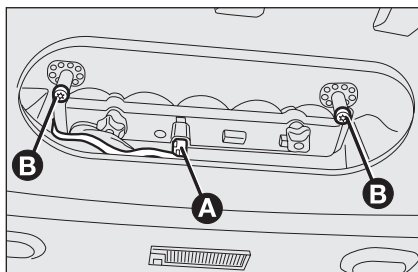

Рис. 25
- разъедините электрический разъем **A** (рис. 25);
- выверните два продольных винта **B** (рис. 25);